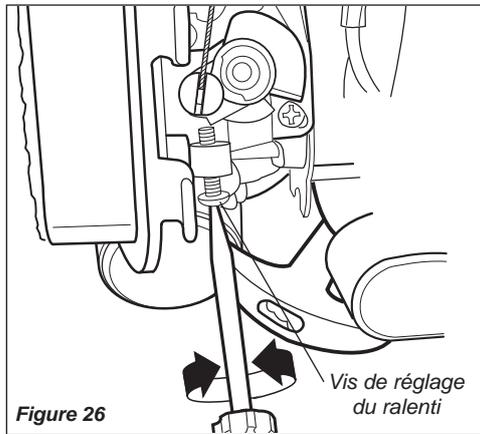

Figure 26
2. Si l'accessoire de coupe tourne lorsque le moteur tourne au ralenti, réduire la vitesse de ralenti en tournant la vis de réglage du ralenti en sens contraire des aiguilles d'une montre. Voir la figure 26.